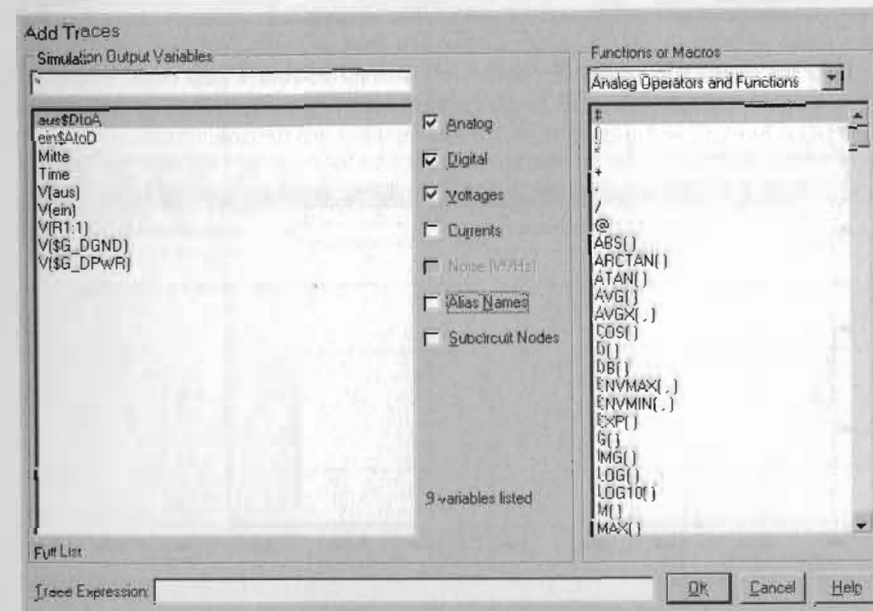

Bild 10.16: Die Trace-Liste nach der Simulation der gelabelten Schaltung von Bild 10.15
- Simulieren Sie die Schaltung mit den gleichen Einstellungen wie bei Aktion 10.15, öffnen Sie anschließend wieder die Trace-Liste und entfernen Sie die Anzeige der Ströme (CURRENTS), der SUBCIRCUIT NODES und der Aliasnamen (ALIAS NAMES). Ihre Trace-Liste soll dann der aus Bild 10.16 gleichen.